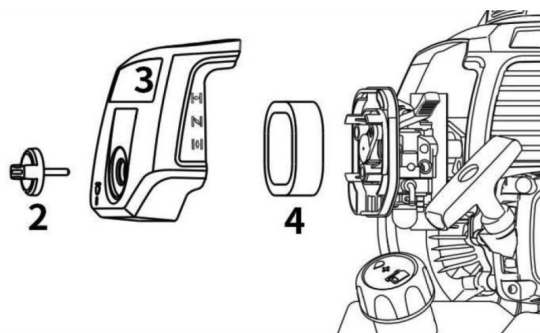

Рис. 36
- Открутите против часовой стрелки винт (2) и снимите крышку воздушного фильтра 3 (рис. 36).
Фильтр 4 (рис. 36) нужно промыть в теплой воде с мылом и дать полностью высохнуть. При обратной сборке проверьте, чтобы фильтр был плотно установлен на свое место, без щелей, через которые может происходить подсос воздуха.